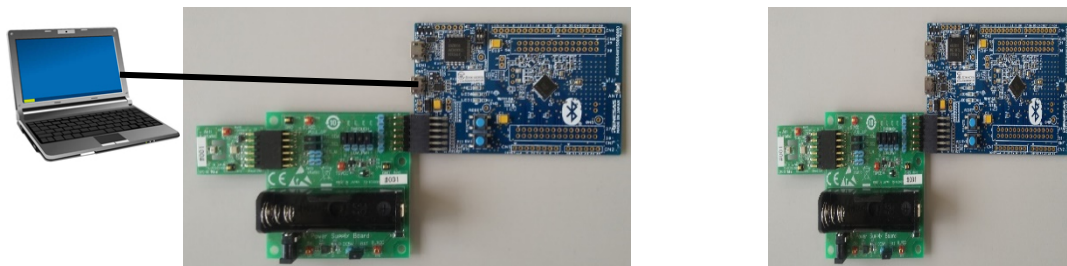

図 5-4 GUI との接続環境
- ・ 図 5-4 GUI との接続環境で、EK-RA4W1 とセンサボード及び電源ボードを接続します。